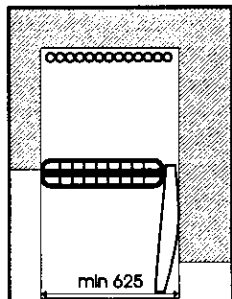

Рис.5.
5.5. С открытой дверью прибор занимает больше места в ширину, поэтому необходимо оставить достаточное расстояние между той стороной прибора, где расположены петли, и стеной (см. рис. 5).
5.7. Прибор имеет встроенные в боковые стенки конденсаторы, которые при работе компрессоров нагреваются, поэтому если модель VKF составляется с другим прибором, то между ними должно быть расстояние не менее 50 мм. Для обеспечения циркуляции воздуха вокруг прибора надо оставить свободное место над ним 100 мм (см. рис. 5а).
Рис.5а
Рис.5б